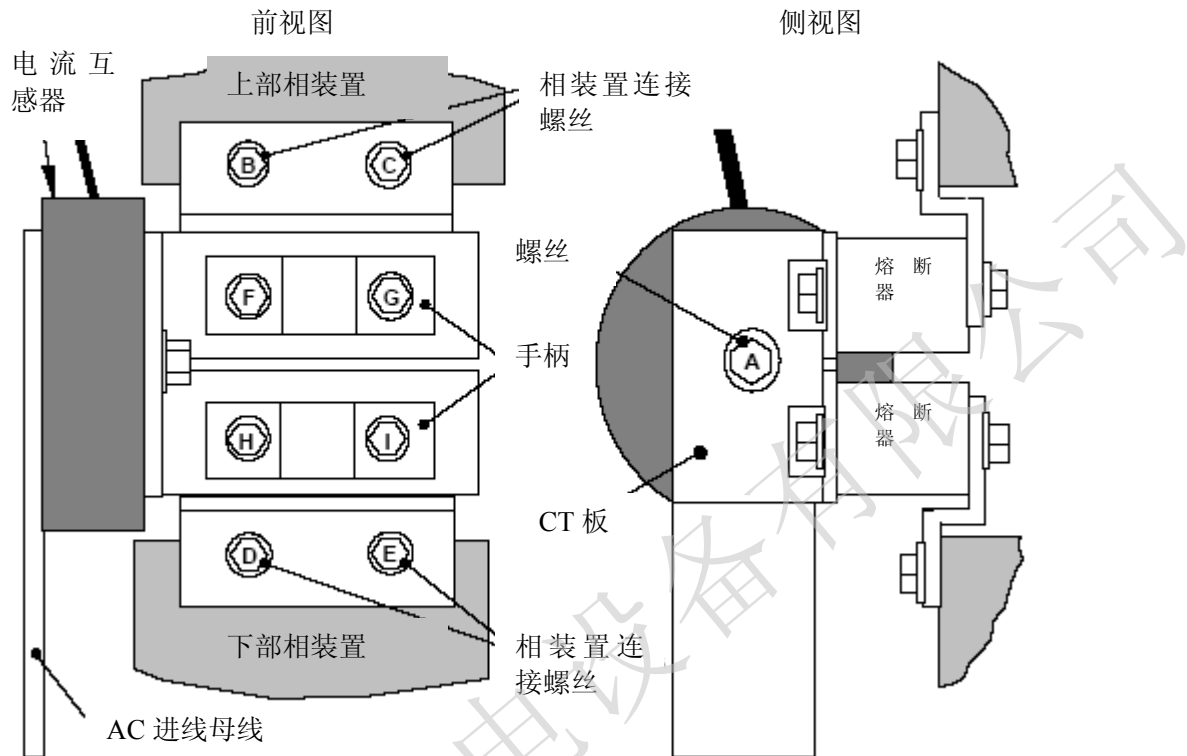

图 8-1 590+(H 型)熔断器更换图示
1. 参见图 8-1 (590+) 或图 8-2, 卸下 M12 螺母 (A)。松开四个螺母 (BCDE), 从而卸下 CT 板和熔断器装置。